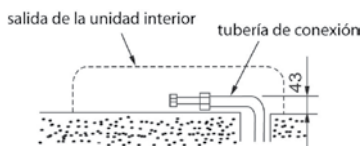

Ilustración 39
2. Para instalar la tubería de derecha o izquierda posterior, instalar la tubería según lo ilustrado. Doblar la tubería de conexión y colocarla más o menos a 43 mm. de la pared. (Ilustración 39)